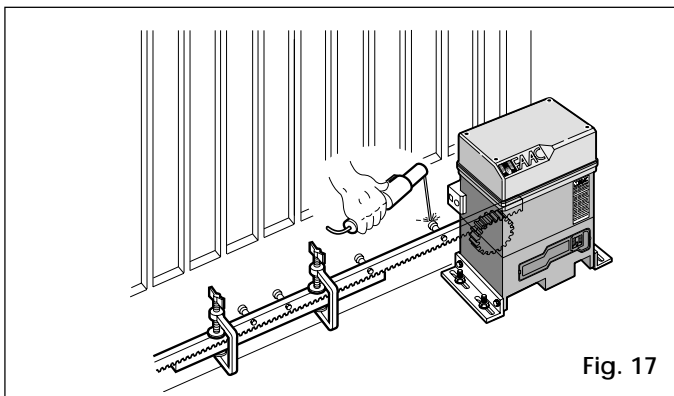

Fig. 17
- 5) Raccorder au dernier élément fixé un autre élément de crémaillère en utilisant une portion de crémaillère comme indiqué Fig. 17, afin de respecter le pas.
- 4) Raccorder au dernier élément fixé un autre élément de crémaillère en utilisant une portion de crémaillère comme indiqué Fig. 17, afin de respecter le pas.